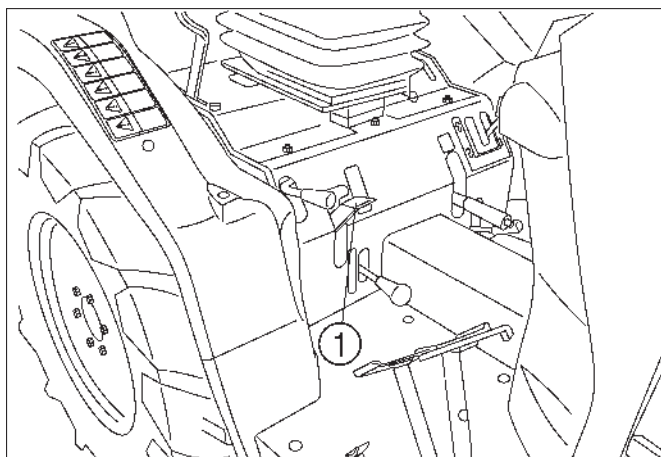

Fig. 38
FIG. 38: N'enfoncez la pédale de blocage de différentiel (1) que lorsque c'est nécessaire car la manoeuvrabilité est fortement réduite. Pour engager le blocage de différentiel, enfoncez la pédale d'embrayage et attendez l'arrêt complet de roues arrière. Enfoncez la pédale de blocage et embraquez doucement. Pour débloquer le différentiel, enfoncez la pédale d'embrayage. En principe, la pédale de blocage de différentiel doit revenir en position "débloquez".